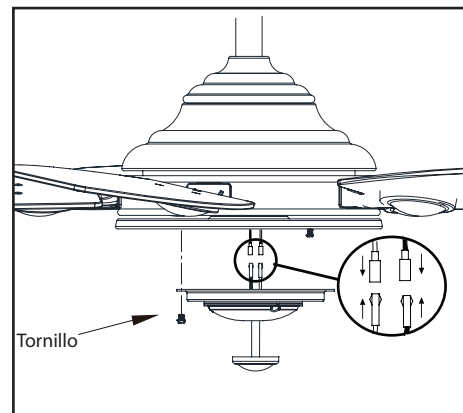

Figura 14
2. Empuja la carcasa del kit de luces hasta el conjunto motor-ventilador de manera que las cabezas de los dos tornillos aflojados encajen en las ranuras tipo ojo de cerradura. Gira la carcasa del kit de luces hacia la derecha y aprieta los tornillos. Vuelve a instalar el tornillo que retiraste en el paso 1 y apriétalo firmemente. (Figura 14)
3. Quita un tornillo de la carcasa del kit de luces y afloja, pero no quites, los otros dos. Conecta los cables del conjunto del soporte del kit de luces a los cables del conjunto motor-ventilador uniendo los enchufes moldeados del adaptador. Coloca con cuidado todos los cables y empalmes dentro de la caja del interruptor. (Figura 14)
cabezas de los dos tornillos aflojados encajen en las ranuras tipo ojo de cerradura. Gira el conjunto del soporte kit de luces hacia la derecha y aprieta los tornillos. Vuelve a instalar el tornillo que retiraste en el paso 3 y apriétalo firmemente. (Figura 14)